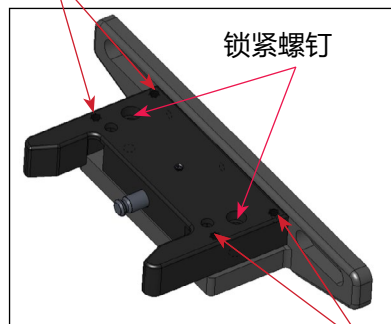

图 68
- a. 首先调整现有 CT 上脚端碰锁安装块的高度, 方法是松开 (2) 锁紧螺钉 $\frac{1}{4}$ -20 (图 68)。